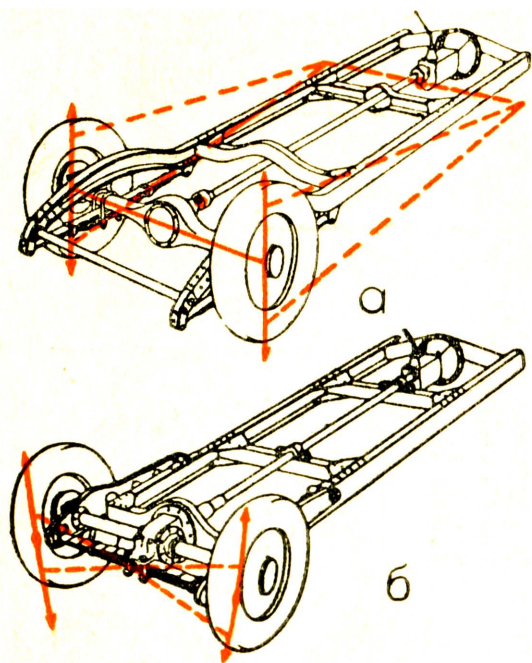

Рис. 35. Рама, осі та ресори.
Осі автомашини можуть бути або **сталі**, то значить виконані з одної штаби, чи з двох частей, але не ломаних, або **ламани** зложені з двох півосей, що можуть ламатись під кутом. Тоді обидва колеса завішені незалежно від себе, що дає краще ресорювання. На рис. 35 а бачимо раму зі сталими осями, а на рис. 35 б з ламаними. В обидвох випадках осі прикріплені до рами за посередництвом нівеліптичних ресорів.
Рис. 35 а. Двосувний рушій.
1. Немає хлипаків, а тим самим і кулачкового валка та попихачів. Их заступають отвори звані каналами в циліндрі, згл. в толочку. Маємо отже канал всисний (рис. 35 а „Е”), канал вихлипний „А” і канал переплиновий „С”. Вхід переплинового каналу до циліндра означений буквою „В”.
рушія і тому мусить він бути зовсім щільний, а в картері не може бути олія (гл. рис. 35 а).
Рушій з носковим толоком з'ображений на рис. 35 а вгорі. Носок толока означений буквою „D". Перебіг праці такого рушія є наступний:
По вибуху толок посувається вниз і легко стискає засану перед тим до корбового простору мішанку. Горішний правий беріг толока відкриває вихлипний канал **A**, а сейчас після того також перепливовий канал **C—B**. Гази спалення виходять вихлипним каналом, а свіжа, стиснена передтим, мішанка входить отвором **B** до циліндра, де носок **D** спрямовує її вгору (рис. 35 а, вгорі направо) і не дозволяє лишатись з газами спалення. В тім часі толок осягає долішне мертве положення, а потім посувається вгору і зачиняє отвори перепливового і вихлипного каналу. Гази спалення вспіли вже вийти, а свіжа мішанка вповнила циліндер. Дальшим рухом вгору, толок стискає мішанку в циліндрі, а рівночасно розріджує простір корбовий, бо всі канали зачинені. Коротко перед гор. мертвим положенням, долішний беріг толока відчиняє всисний канал **E** (рис. 35 а вгорі наліво за толоком), яким свіжа мішанка впадає до розрідженого простору під толоком. Толок доходить до горішнього мертвого положення, настає вибух і перебіг праці повторяється.
Праця рушія з плоским толоком представлена на рис. 35 а внизу. Різниця він від попереднього конструкцією толока та формою і розміщенням каналів, що саме дозволяють на вплив газів і наповнення циліндра без участі носка.